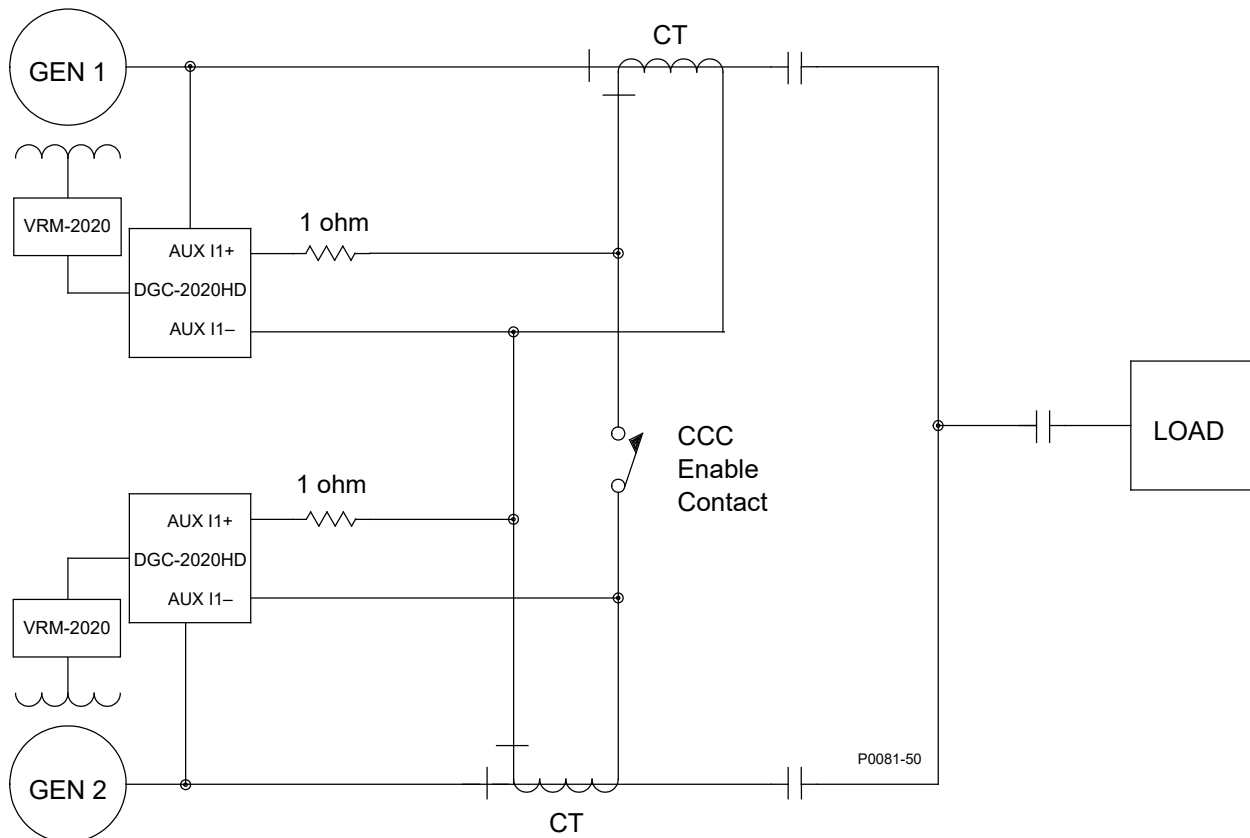

Figura 3-8. Conexiones para la compensación de la contracorriente
El modo de compensación de la contracorriente (diferencial reactivo) permite que dos o más generadores conectados en paralelo compartan una carga reactiva común. Como se muestra en la Figura 3-8, cada generador está regulado por un VRM-2020. El DGC-2020HD utiliza una entrada de CT auxiliar (terminales AUX I1+ y AUX I1-) y un transformador de corriente (CT) externo y exclusivo para detectar la corriente del generador. El DGC-2020HD transmite la información de detección de corriente al VRM-2020 a través de la comunicación de la CAN. Las resistencias que se muestran en la Figura 3-8 se utilizan para establecer la carga y se pueden ajustar para adaptarse a la aplicación. Asegúrese de que el régimen de potencia de las resistencias sea el adecuado para la aplicación. Los terminales de entrada del CT auxiliar que se muestran en la Figura 3-8 son para la entrada de CT auxiliar núm. 1, pero cualquiera de las cuatro entradas de CT auxiliar se pueden configurar para compensación de la contracorriente.